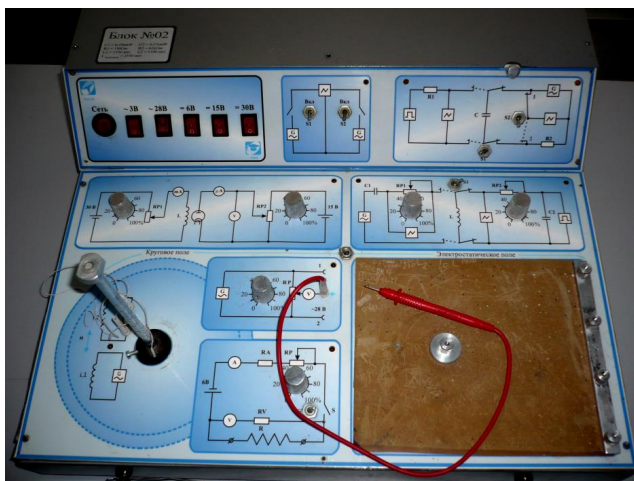
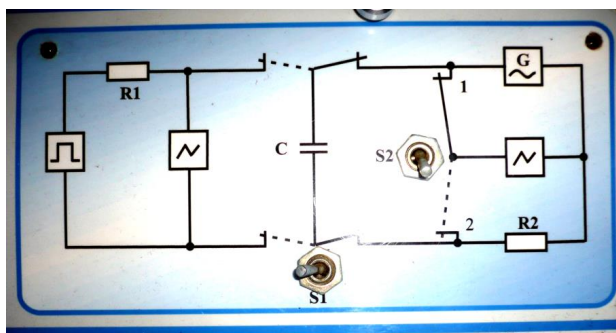
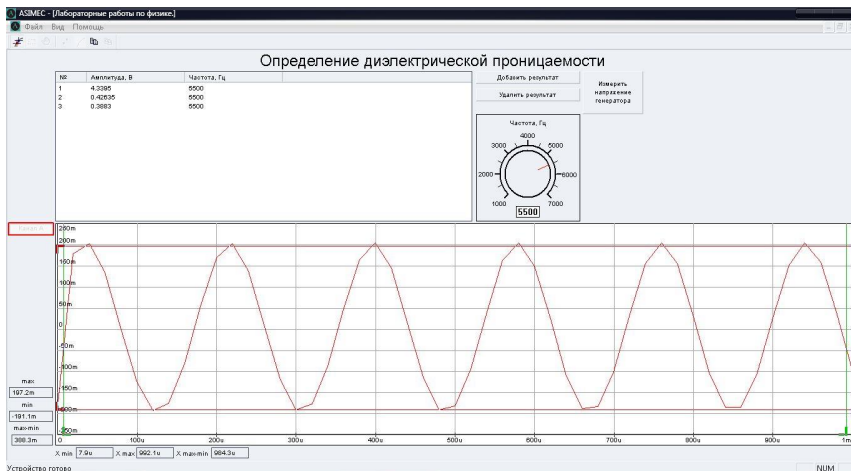

Рисунок 5.1 – Внешний вид лабораторного макета
Рисунок 5.2 – Схема измерений на макете
Рисунок 5.3 – Вид экрана монитора
5.1.1 Проверить макет. Для чего отключить все напряжения на лабораторном **макете**, расположенном справа от монитора: « $\sim 3$  В», « $\sim 28$  В», « $= 6$  В», « $= 15$  В», « $= 30$  В». Внешний вид лабораторного макета представлен на **рис. 5.1**.
5.1.2 Тумблер  $S1$  на схеме (**Рис. 5.2**), расположенной вверху справа на панели **макета**, перевести в правое положение.
5.1.6 На рабочем столе (экране монитора после загрузки) щелкнуть дважды левой кнопкой мышки на ярлыке папки «Лаборатория». В открывшемся окне выбрать из списка лабораторных работ «Определение относительной диэлектрической проницаемости твердых диэлектриков» и по ней дважды щелкнуть левой кнопкой мышки. Во вновь открывшемся окне появится **стенд (панель)** данной лабораторной работы, на котором расположены экран осциллографической трубки, электронная таблица (**отчёт**) и набор кнопок управления (**Рис. 5.3**). На **макете** (**Рис. 5.1** и **Рис. 5.2**), в верхнем правом углу схемы измерений загорится индикатор. На экране осциллографа должна появиться синусоида. Если вся система работает, то в левом нижнем углу экрана монитора появится надпись «**Устройство готово**».
5.2.2 Измерить амплитуду входного сигнала. Для этого тумблер **S2** на схеме макета переключить вверх. На **стенде** (**Рис. 5.3**) нажать кнопку «**Измерить напряжение генератора**». Нижнюю горизонтальную красную линию совместить с отрицательным значением амплитуды входного напряжения (с нижней границей синусоиды). Для этого установить курсор мышки на маркер нижней горизонтальной красной линии (  ), нажав и, удерживая левую кнопку мышки на горизонтальной части маркера и установить горизонтальную красную линию в нужное положение. Аналогичным образом совместить верхнюю красную горизонтальную линию с положительным значением амплитуды входного напряжения (с верхней границей синусоиды). Для этого установить курсор мышки на маркер верхней горизонтальной красной линии (  ), нажав и, удерживая левую кнопку мышки на горизонтальной части маркера и установить горизонтальную красную линию в нужное положение.